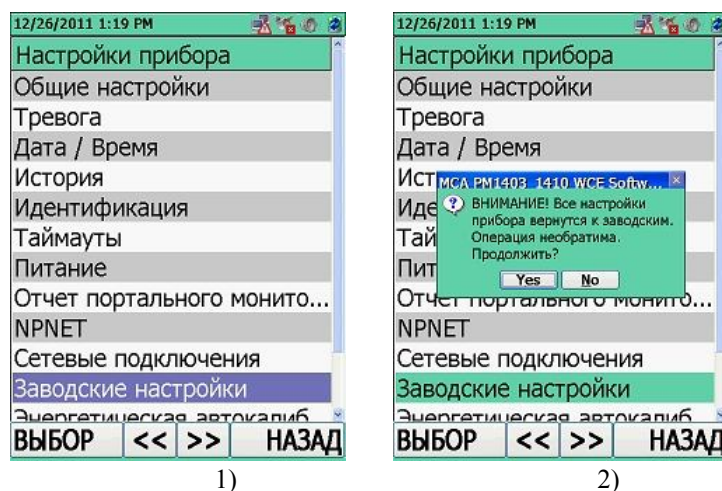

Рисунок 11.39
Для восстановления заводских параметров и установок работы прибора "Заводские настройки" необходимо в окне режим настройки параметров прибора "Настройки прибора" переместить выделенный маркер на соответствующую строку, рисунок 11.39 (1). Перемещение маркера осуществляется при помощи кнопок джойстика ВВЕРХ/ВНИЗ. Подтвердить переход в опцию "Заводские настройки" необходимо нажатием центральной
При переходе на заводские установки прибор предупредит пользователя о необратимости процесса и обнулении установок, измененных им ранее, рисунок 11.39 (2).